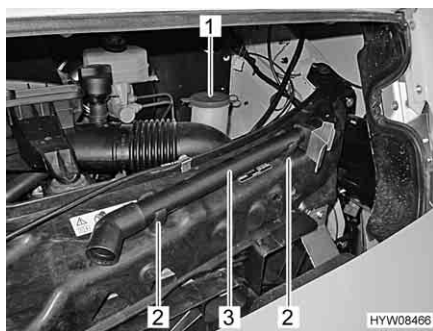
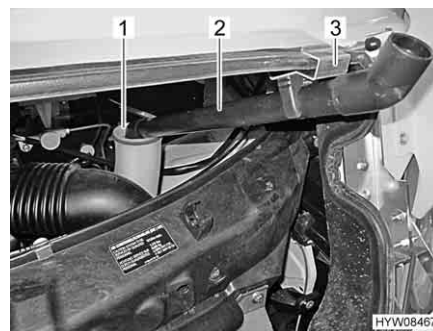

Fig. 26 Bocchettone di riempimento del contenitore dell'acqua di lavaggio (Mercedes-Benz)
Fig. 27 Bocchettone di riempimento con prolunga
- Rimuovere il coperchio (Fig. 26,1) del bocchettone di riempimento del contenitore dell'acqua di lavaggio.
- Tirare la prolunga (Fig. 26,3) verso l'alto per estrarla dai due supporti (Fig. 26,2).
- Infilare l'estremità sottile della prolunga (Fig. 27,2) nel bocchettone di riempimento (Fig. 27,1) e agganciarla con il supporto (Fig. 27,3) nella mascherina anteriore (Fig. 27).
- Rimuovere la prolunga (Fig. 27,2) e spingerla dall'alto fino ad inserirla nei due supporti (Fig. 26,2) (Fig. 26).
- Premere il coperchio (Fig. 26,1) sul bocchettone di riempimento del contenitore dell'acqua di lavaggio.